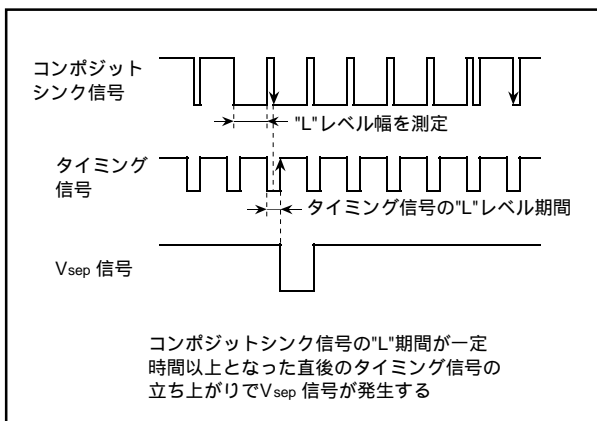

図2.14.6 Vsep発生タイミング (方法2)
- ・方法2 コンポジットシンク信号の“L”レベル幅を測定し、一定時間以上であれば、その“L”レベル直後のタイミング信号の“L”レベル期間中に、コンポジットシンク信号の立ち下がりがあるかを検出します。立ち下がりがある場合は、タイミング信号の立ち上がりに同期してVsep信号を発生します (図2.14.6参照)。
発生タイミングを図2.14.6に示します。図中のタイミング信号はタイミング発生回路が出力する基準クロックをもとに発生されます。